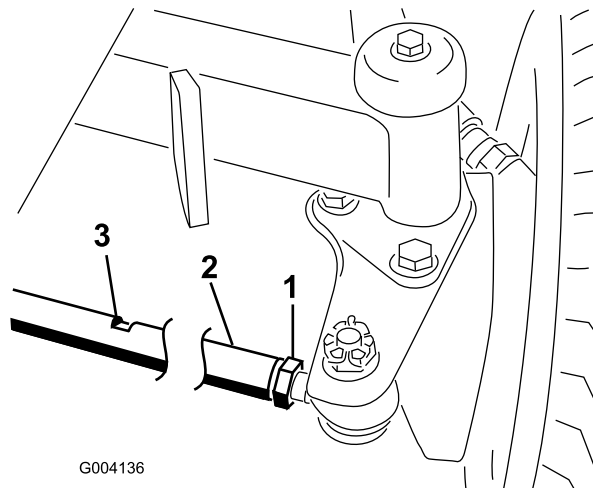

Figura 48
2. Desaperte a porca de bloqueio em cada extremidade da barra de direcção (Figura 48).